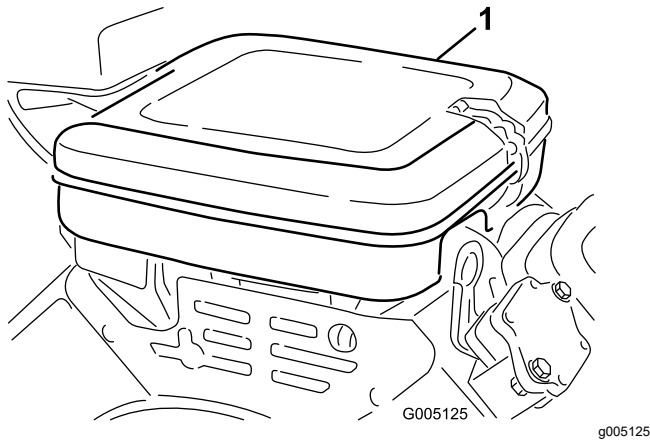

Figura 30
1. Nettoyez le couvercle du filtre à air (Figura 30).